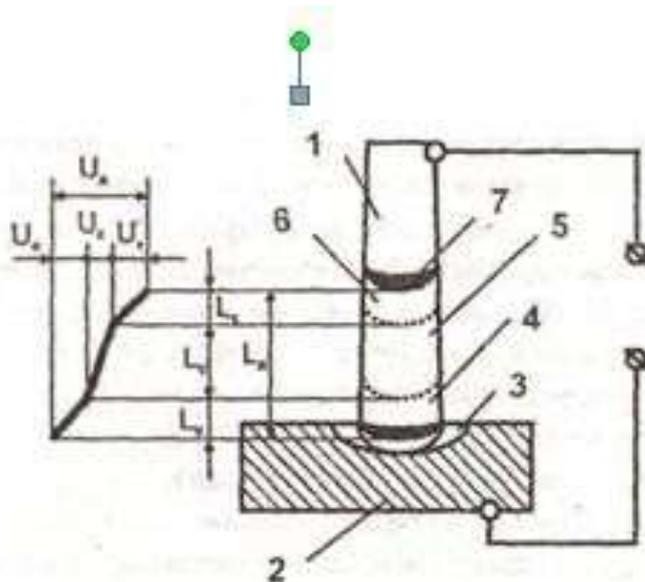

Рисунок 3.1 - Схема сварочной дуги и падения напряжений в ней:
Сварочной дугой называется длительный электрический разряд в ионизированной смеси паров и газов между двумя электродами или электродом и свариваемым металлом, характеризующийся большой плотностью тока и малым значением напряжения (15-30В). Дуга состоит из трех зон: катодной (1) с катодным пятном, служащим для эмиссии электронов, анодной (2) с анодным пятном, бомбардирующимся электронным потоком; и столба дуги (3), который занимает промежуточное положение между катодной и анодной зонами (рис.3.1).